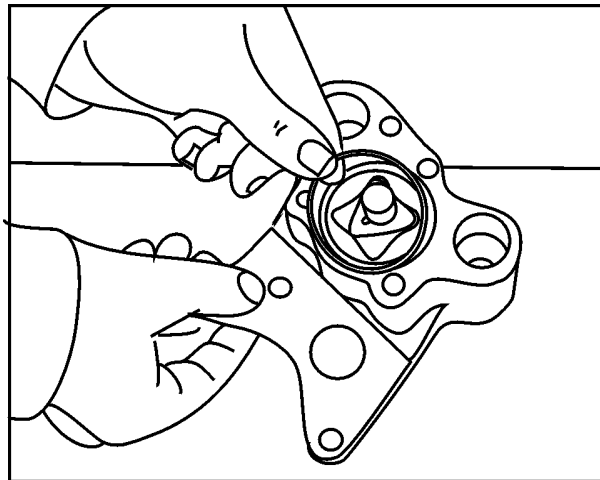

FIG 2
9. Remova a tampa traseira da bomba e retire o anel de vedação, **Fig. 2** e o rotor externo.